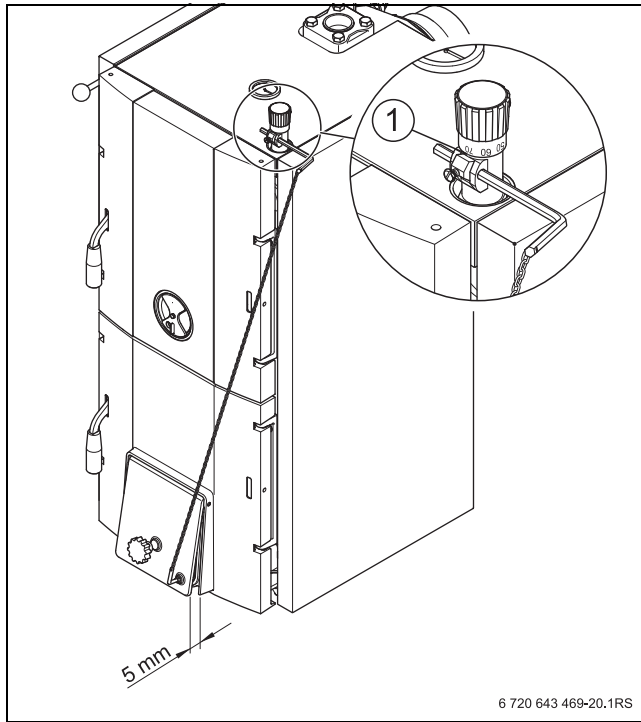

Fig. 26 Ajuste del regulador de tiro
- ▶ Poner el regulador de tiro en la marca roja (85 °C) (→ fig. 26).